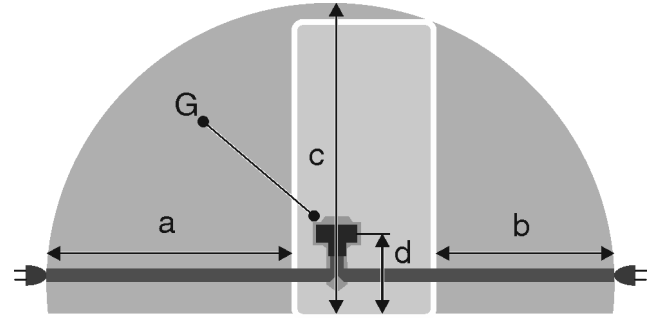

Fig. 48
- Розетка знаходиться за межами зони задньої стінки пристрою у заданому діапазоні Fig. 48 (a, b, c).
- ▶ Штекер пристрою Fig. 48 (G) вставити на задній стінці пристрою. Слід звернути увагу на належну фіксацію.